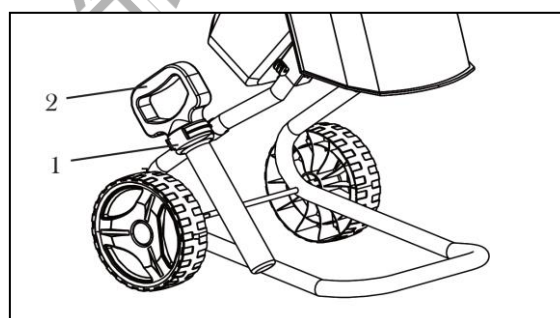

Fig. 2
1. Agganciare il supporto della paletta (Fig. 2 - 1) a un lato del supporto.
2. Agganciare la paletta (Fig. 2 - 2) al supporto della paletta.